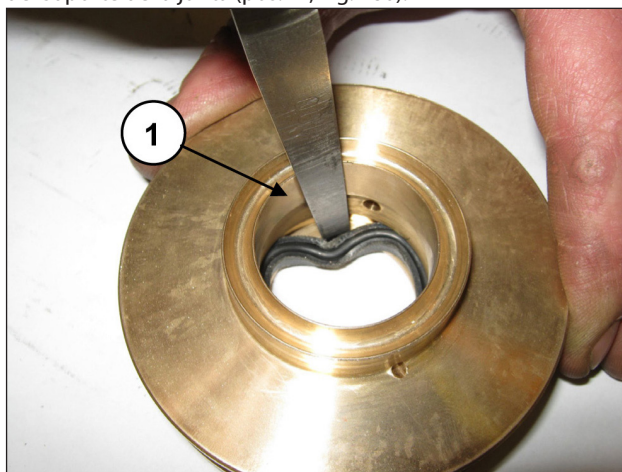

Fig. 180
Para quitar la junta de baja presión, es necesario utilizar un espesímetro o una herramienta que no dañe el alojamiento del soporte de la junta (pos. ①, Fig. 180).